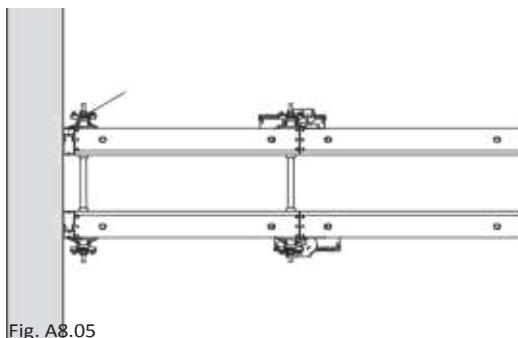

Fig. A8.05
С вложка DWD (18) или бичмета доставени от изпълнителя. (Fig. A8.05)